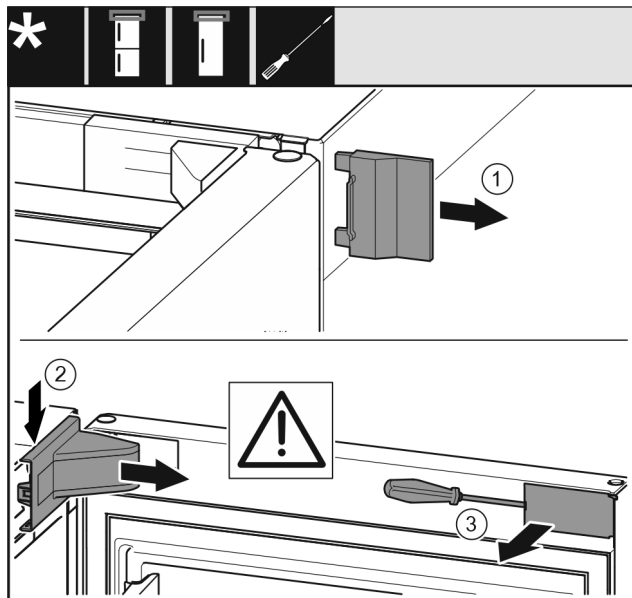

Fig. 8
- ▶ Äußere Abdeckung abnehmen. Fig. 8 (1)
- ▶ Lagerbockabdeckung ausrasten und lösen. Lagerbockabdeckung abnehmen. Fig. 8 (2)
- ▶ Blende mit Schlitzschraubendreher ausrasten und zur Seite schwenken. Fig. 8 (3)